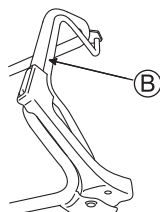

Fig. 18
4. Empurre o manipulador da embraiagem de acionamento (B) para a frente para começar a cortar. (Veja a fig. 18)